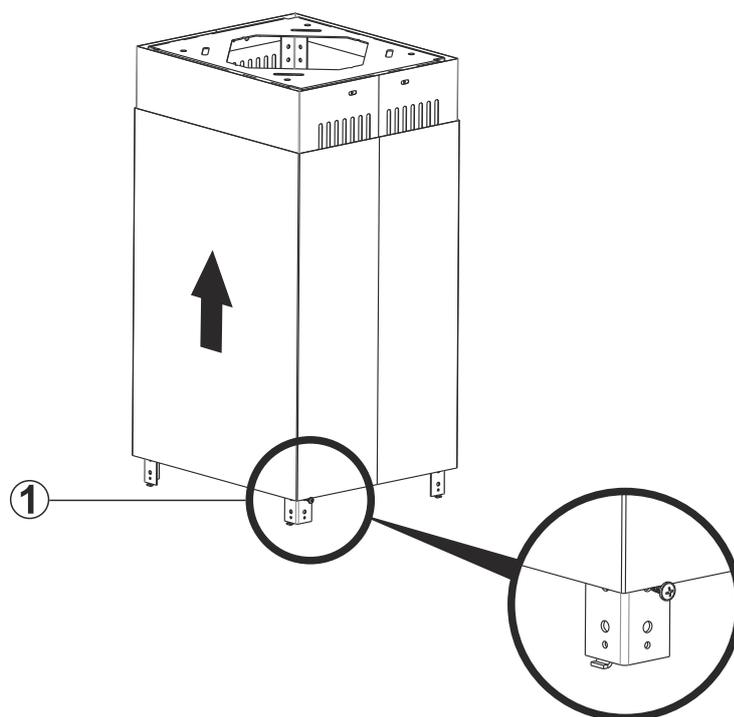

Fig. 12
1. ➤ Abbinare le lamiere dei fogli metallici del prodotto alle barre di sospensione del prodotto (Fig. 12).
2. ➤ Installare una vite 3.5 x 9.5 (1) alla barra di sospensione del prodotto e lasciare le lamiere in metallo sulla vite per consentire alle lamiere di restare fissate sulle barre di sospensione prima dell'installazione (Fig. 12).
1. ➔ Togliere la vite di fissaggio del foglio canna fumaria (Fig. 12).